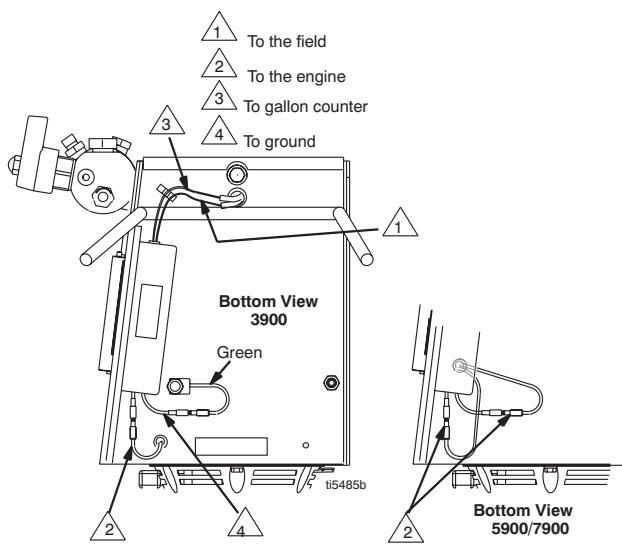

Рис. 12
- Рис. 12. Отсоедините все соответствующие провода.
- Рис. 12. Подсоедините все соответствующие провода.